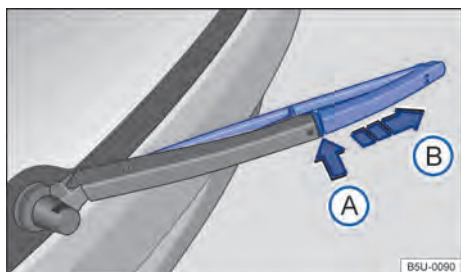

Fig. 135 Substituir a palheta do limpador do vidro traseiro.
- Manter o botão de destravamento → Fig. 135(A) pressionado.
- Retirar a palheta do limpador do vidro traseiro no sentido da seta (B).